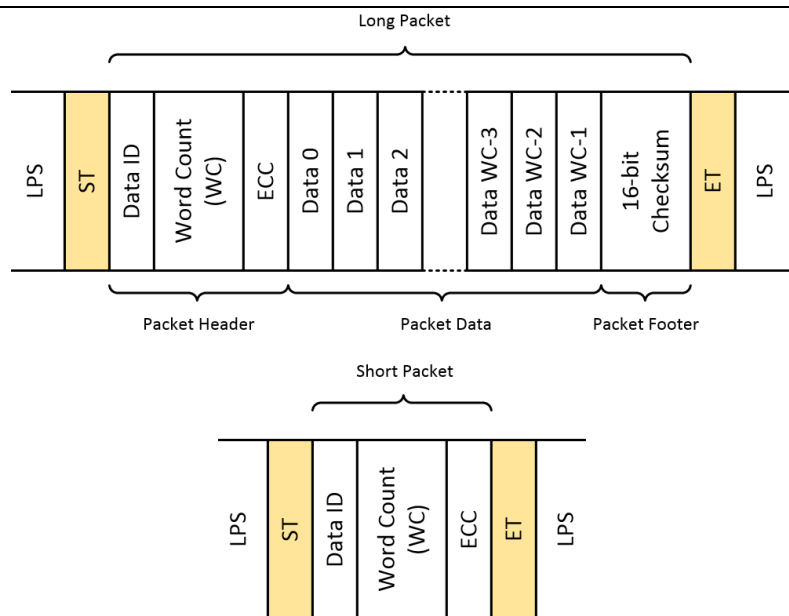
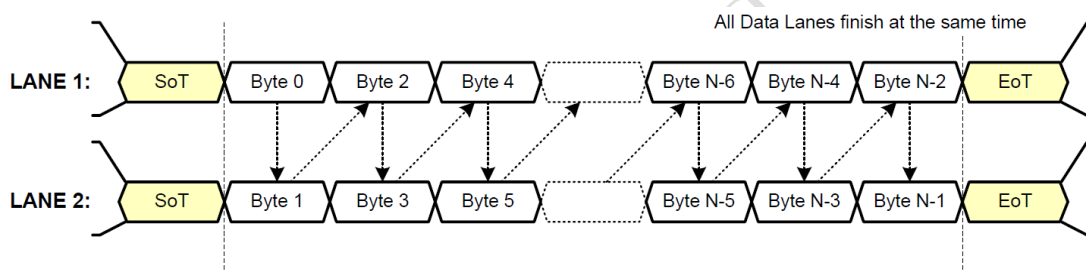
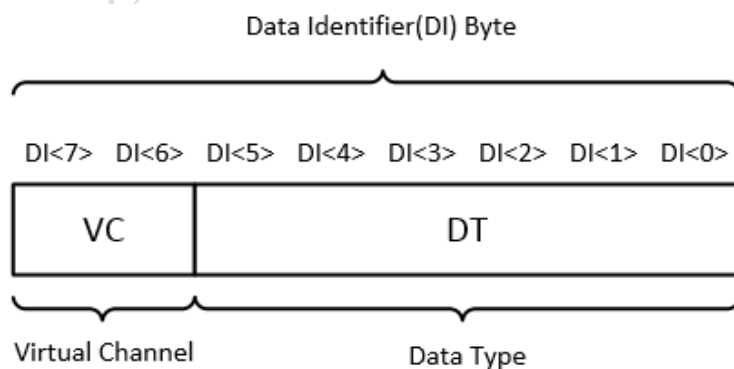

图 1-8 MIPI 长/短数据包结构示意图
图 1-9 MIPI 2-lane 模式数据包传输示意图
图 1-10 MIPI 数据包 DI 结构
图 1-8 展示了 MIPI 长、短数据包结构示意图。其中数据标识 DI(Data Identifier)用来区分不同的数据包类型。图 1-9 展示了 MIPI 工作在 2lane 模式下的数据包传输示意图，需要注意的是，在 2lane 模式下传输的一行数据包个数必须是偶数。图 1-10 中，DI 包括两部分，分别是虚拟通道 (VC) 和数据类型 (DT)。默认情况下，Sensor 给出的 MIPI 数据 VC 值都是 0，而 DT 值如表 1-6 所示。
SC031GS LVDS 传输顺序为: 上电复位后 → first active line → second active line → ... → last active line → only one dummy line → next frame first active line → ...。LVDS 输出时在行开始插入 line sav 同步编码, 行结束处插入 line eav 同步编码, 使用 dummy line 做帧结束标识。LVDS 同步编码数据结构如图 1-10 所示。
- 2) 1lane 及 2lane 模式的 lane 数据结构与图 1-10 一样。